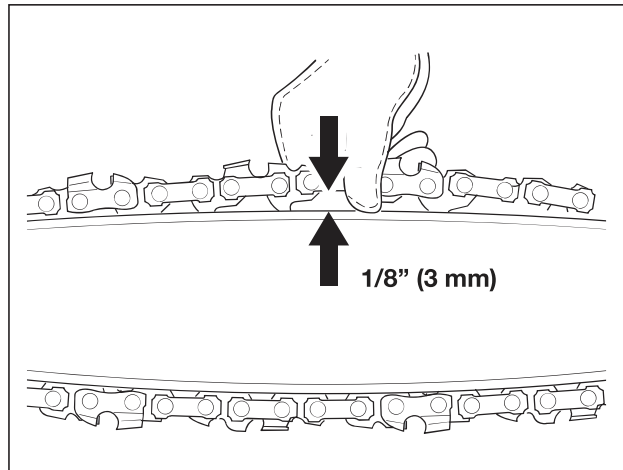

Fig. 1
1. Verifique la tensión de la cadena de aserrado jalándola en sentido opuesto a la barra guía. Una cadena correctamente tensada debe tener aproximadamente 0.12 pulgada (3 mm) de distancia entre sí misma y la guía de la barra (Fig. 1).